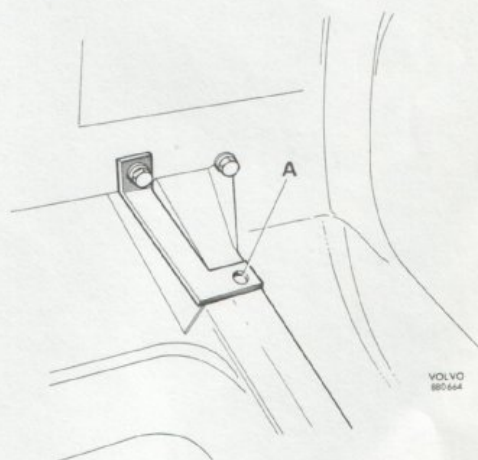

Bild 2. Håltagning
3. Demontera panelerna i bagagerummet. Placera övre fästjärnen enligt bild 2. Märk upp för håltagning vid A och vrid undan övre fästjärnen. Borra med hålsåg $\varnothing 16$ mm enbart på ovansidan av balken.